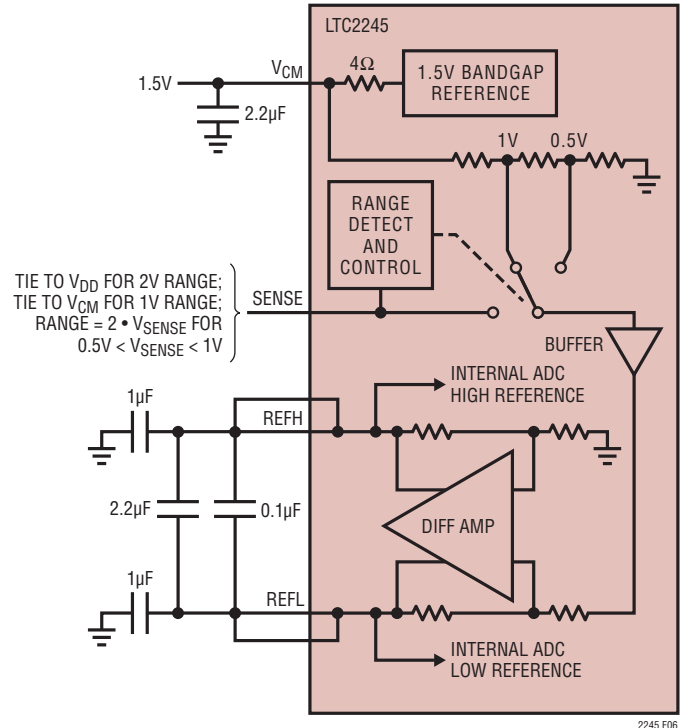

図6. 等価リファレンス回路
1.5Vのバンドギャップ・リファレンス、差動アンプ、およびスイッチングと制御の回路で構成されるLTC2245のリファレンス回路を図6に示します。内部電圧リファレンスはピンで選択可能な2V(差動±1V)または1V(差動±0.5V)の2つの入力レンジに設定することができます。SENSEピンをV_{DD}に接続すると2Vの範囲が選択され、SENSEピンをV_{CM}に接続すると1Vの範囲が選択されます。
差動アンプはADCの“H”リファレンスと“L”リファレンスを生成します。高速スイッチング回路がこれらの出力に接続されているので、これらの出力は外部でバイパスする必要があります。各出力には2つのピンがあります。パッケージのインダクタンスを減らすために複数の出力ピンを必要とします。バイパス・コンデンサは図6に示すように接続する必要があります。